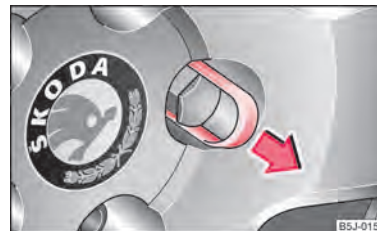

Fig. 141 Cambio de rueda: Retirar la caperuza cobertera del tornillo de rueda
- Retire el capuchón con la **grapa de plástico** ⇒ fig. 141.